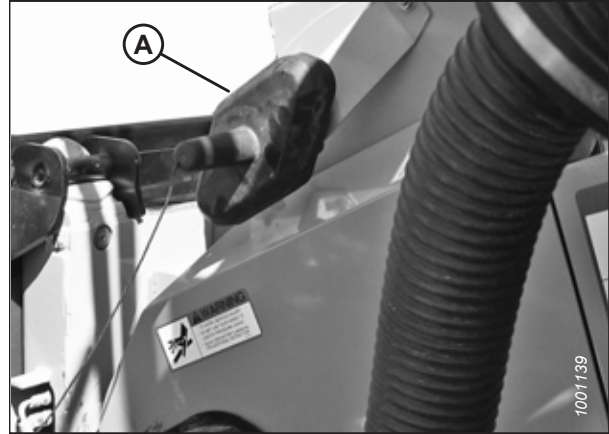

Figure 4.27: Capot du connecteur
- Placez le couvercle de la prise du module de flottement (A) sur la prise de la moissonneuse-batteuse, comme illustré sur la figure 4.27, page 76.